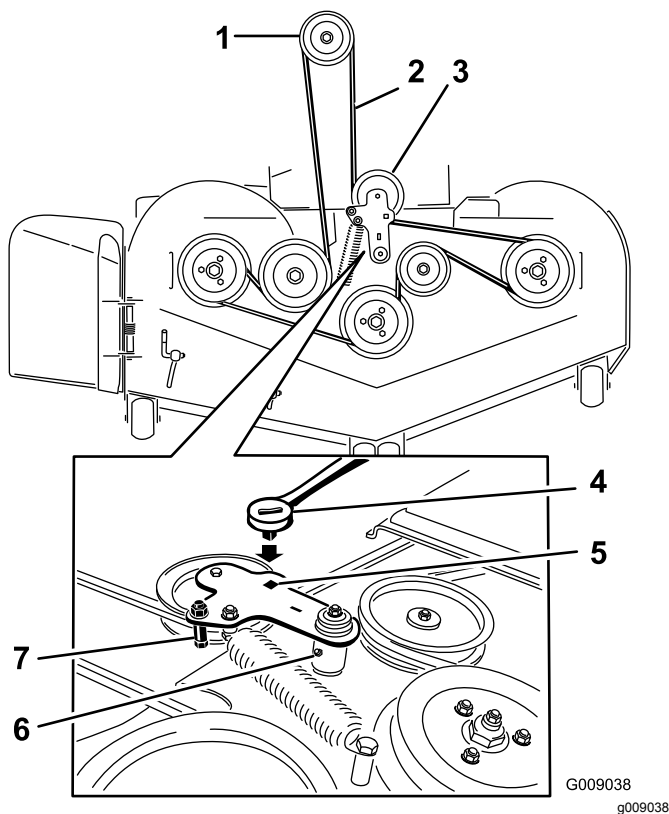

Figure 76
5. Insérez un rochet dans le trou carré du bras de tension pour détendre le ressort de la poulie de tension (Figure 76).
7. Enlevez le guide de courroie situé sur le bras de la poulie de tension rappelée par ressort, comme montré à la Figure 76.
9. Acheminez la courroie neuve autour des poulies du tablier de coupe et de la poulie d'embrayage, sous le moteur (Figure 76).
10. Montez le guide-courroie sur le bras de la poulie tension (Figure 76).
11. Insérez le rochet dans le trou carré et montez le ressort de la poulie de tension (Figure 76).